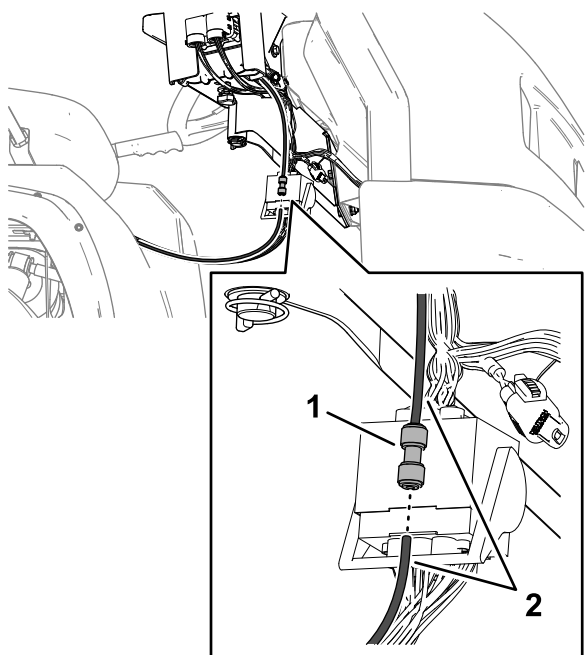

Figura 133
1. Introduzca el tubo del sensor de presión en el acoplamiento a presión hasta que quede bien asentado (Figura 133).